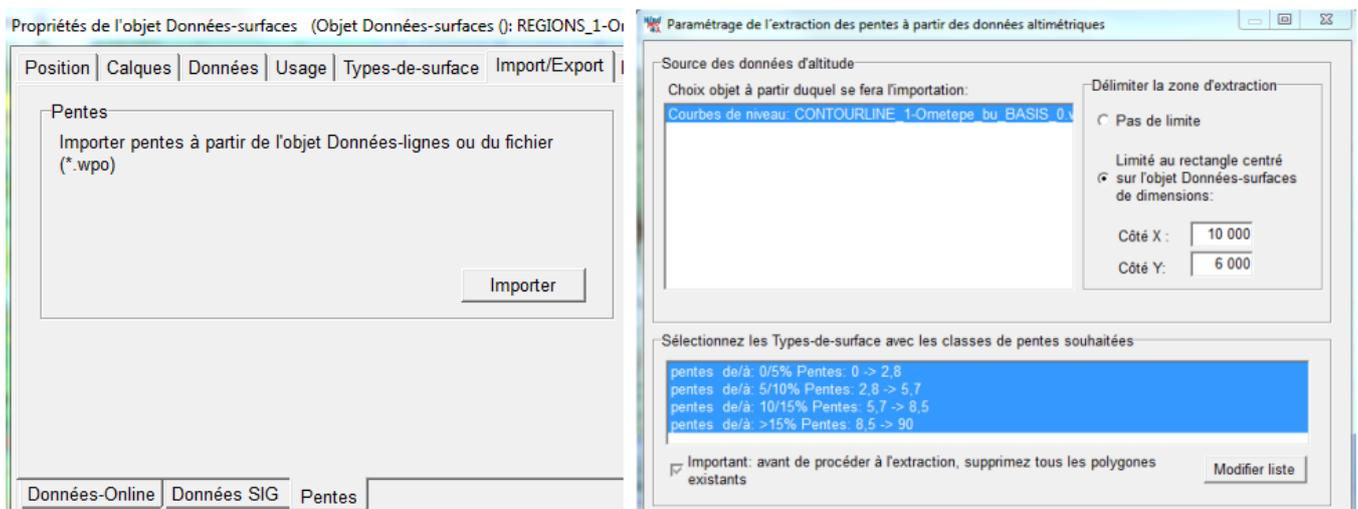

Figure 99
- Allez à l'onglet *Import/Export*, puis au sous-onglet *Pentes*, cliquez sur le bouton *Importer* pour ouvrir la fenêtre *Paramétrage de l'extraction des pentes*. Dans cette fenêtre, indiquez la *Source des données d'altitude*, indiquez la zone à visualiser en *Délimitant la zone d'extraction* des pentes et indiquez les pentes à visualiser en les sélectionnant dans le cadre *Sélectionnez les Types-de-surface avec les classes de pentes souhaitées*. Note : si l'option *Important : avant de procéder à l'extraction....* n'est pas cochée, les nouveaux polygones seront créés sans effacer ceux qui ont été créés lors d'une précédente extraction, voir Figure 99.